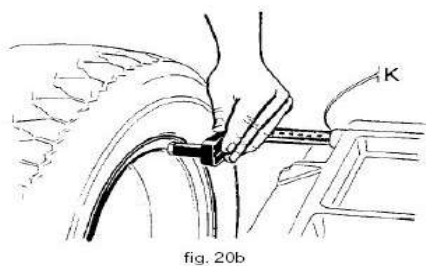

Рис.1
- значение расстояния (a): переместите линейку в положение, как показано на рис.1, и удерживайте ее в течение 4 секунд, считайте это значение с измерительной шкалы и введите значение вручную клавишами **a+** **a-**.